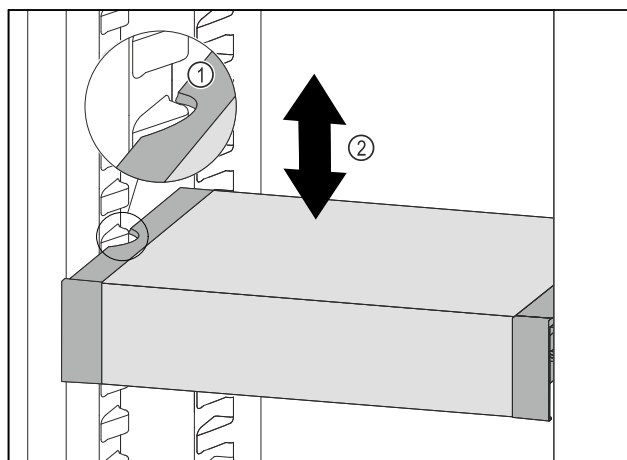

Fig. 194
- VarioSafe vucite prema naprijed sve dok se bočni otvori VarioSafe ladice ne nađu na visini žlijeba spremnika u hladnjaku. Fig. 194 (1)
- Pomičite ladicu VarioSafe u hladnjaku prema gore ili dolje sve dok ne dosegnete željenu visinu. *Fig. 194 (2)*